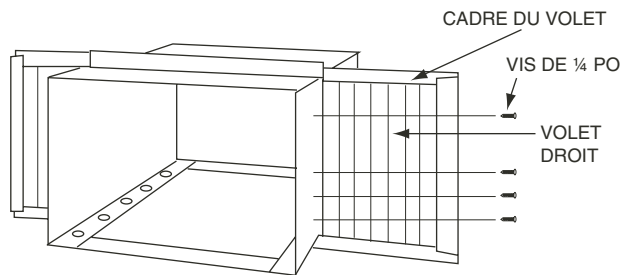

FIGURE 8 — INSTALLATION DES VOILETS LATÉRAUX
- Installez les volets latéraux (compris). Les volets latéraux sont identifiés comme « droit » et « gauche » sur chaque cadre. Glissez les cadres supérieur et inférieur du volet dans les guides du caisson correspondants. Attachez les volets au caisson à l'aide des vis de 1/4 po (0,62 cm) (comprises) Consultez la Figure 8.